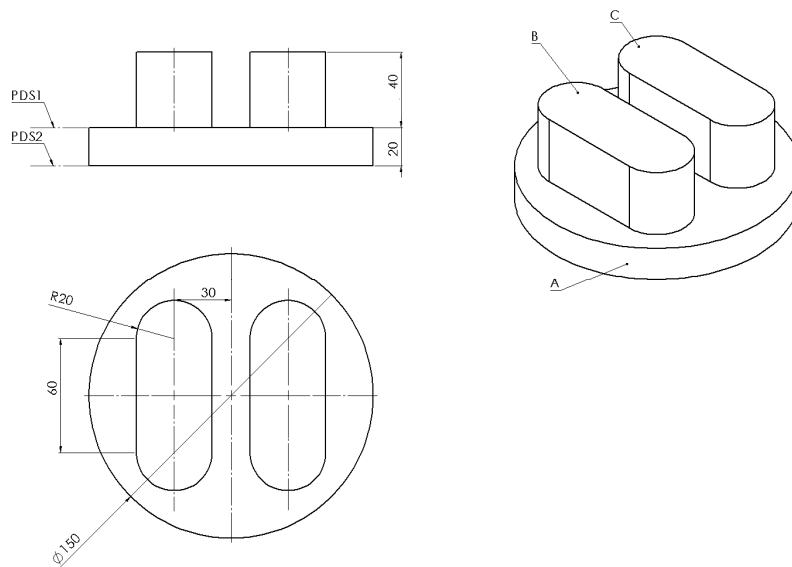

Figura 1. Componente da realizzare tramite la colata in terra
C) Considerare un volume totale del pezzo pari a 0.00065 m^3 di cui 55% corrisponde alla zona A senza il sistema di alimentazione. A vostra disposizione avete due semistaffe con altezza di 100 mm. Calcolare in un sistema di colata pressurizzato ($c=0.6$) la velocità di efflusso considerando i due piani di separazione (PDS1 e PDS2) come da Figura 1.